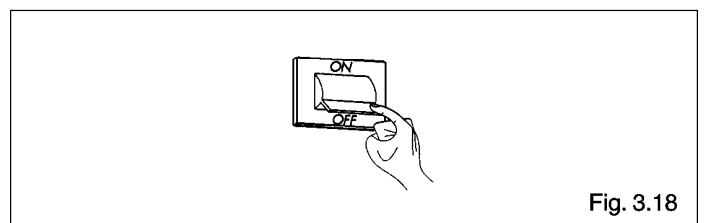

Fig. 3.18
- Перед сливом воды из системы следует выключить котел, переведя общий выключатель и выключатель на панели управления котла в положение «выключено» (рис. 3.18).